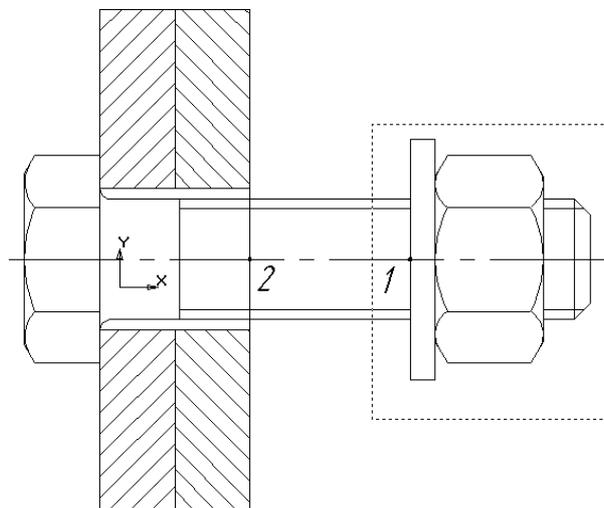

Рис. 52
2. Постройте рамку выбора (рис. 52).